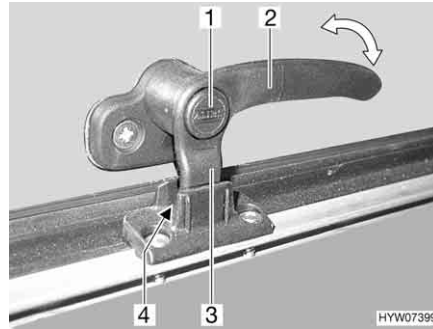
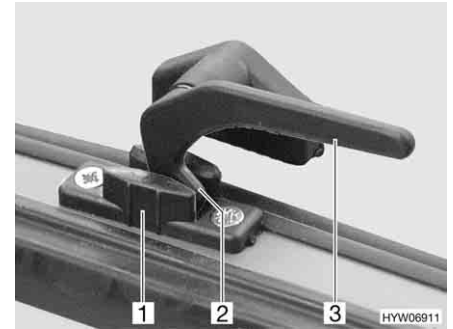

Fig. 77 Levier de verrouillage avec bouton de sécurité en position "Aération permanente"
Fig. 78 Levier de verrouillage en position "Aération permanente"
- En position "Aération permanente" (Fig. 77 et Fig. 78)
- S'il existe, appuyer sur le bouton de sécurité (Fig. 77,1) et le maintenir enfoncé.
- Tourner le levier de verrouillage (Fig. 77,2 ou Fig. 78,3) d'un quart de tour vers le centre de la fenêtre.
- Remettre le levier de verrouillage en position initiale. Le tenon de verrouillage (Fig. 77,3 ou Fig. 78,2) du levier de verrouillage doit pénétrer alors dans le logement prévu à cet effet dans le verrouillage de fenêtre (Fig. 77,4 ou Fig. 78,1).
- Relâcher le bouton de sécurité (Fig. 77,1).